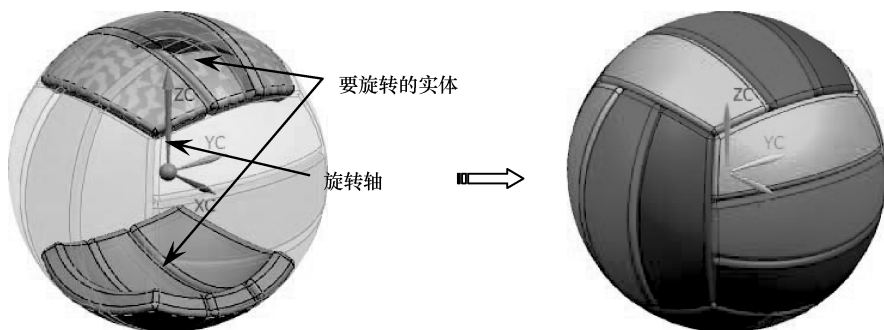

图 4-73 创建阵列完成排球创建
- 19 同理，利用【阵列几何特征】工具，选取上下面共6个实体，指定矢量和轴点，设置圆形阵列参数，阵列结果如图4-73所示。